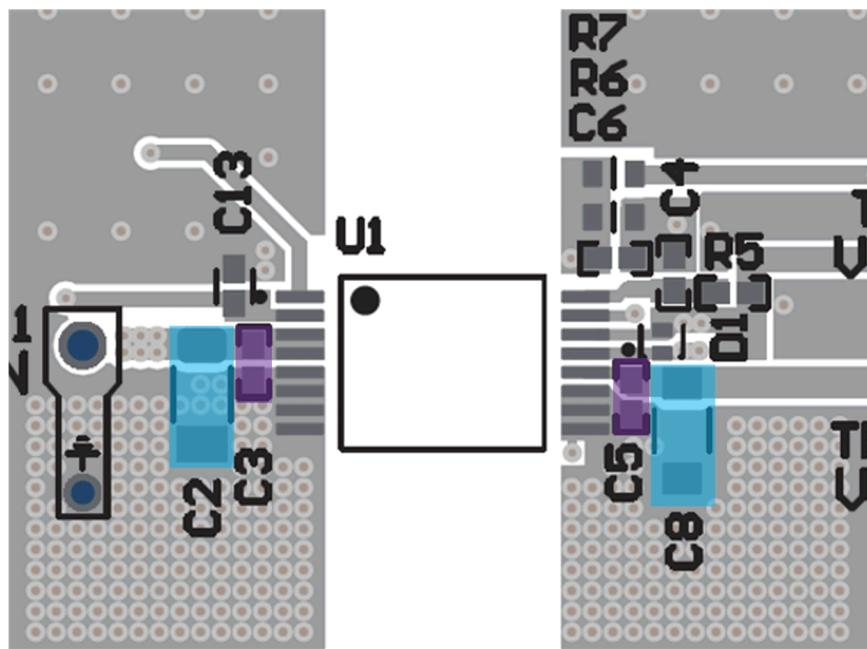

図 8-6. VIN (C2、C3) と VDD (C5、C8) コンデンサ
- b. 図 8-6 に示すように、バルク VIN コンデンサ (C2) は可能な限り近く、 $0.1\mu F$ 高周波バイパスコンデンサ (C3) と平行に、PCB 上で IC と同じ側に配置します。
2. パワー グッドピン デカップリング コンデンサ: デカップリング コンデンサは、ピン 2 (パワーグッドピン) の近くに、PCB の UCC35131-Q1 と同じ側に配置する必要があります。図 8-6 に示す C13 の配置を参照してください。
- b. 図 8-6 に示すように、バルク VDD - COM コンデンサ (C8) は可能な限り近く、 $0.1\mu F$ 高周波バイパスコンデンサ (C5) と平行に、PCB 上で IC と同じ側に配置します。